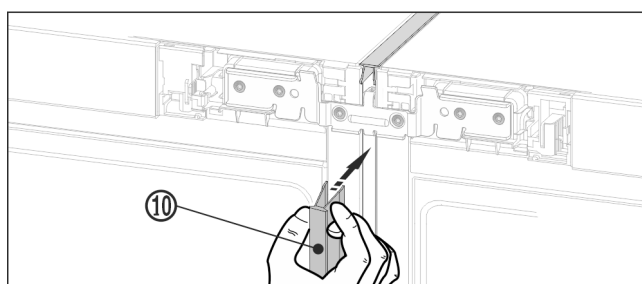

Fig. 21 *
- 在设备正面将长护板条 Fig. 21 (10) 压入垂直缝隙中。注意，护板条位于连接板上。*